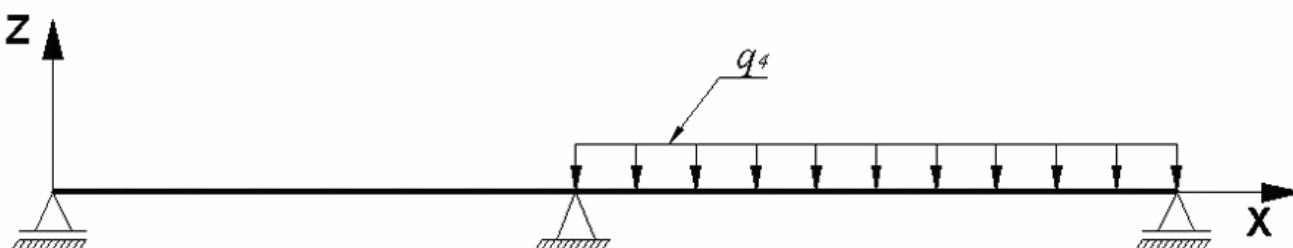

Рис.19.6. Схема загрузки балки (Загрузка 4)
- загрузка 4 – равномерно распределенная во втором пролете $q_4 = 0.87$ т/м (рис.19.6);